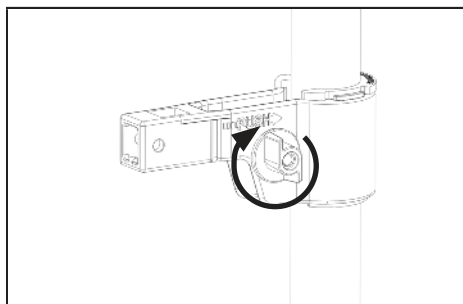

Fig. 3C
- 2c. Positionnez le serre-joint en diagonale sur le côté du cadre du générateur (FIG. 3C);